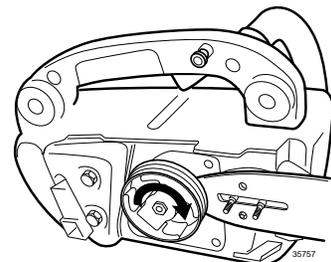

Figura 13.6 Retirar el Conjunto del Embrague
Paso 2. Usar una llave de 13 mm para retirar el conjunto de la zapata de embrague con una rotación en el sentido de las agujas del reloj. (Figura 13.6)